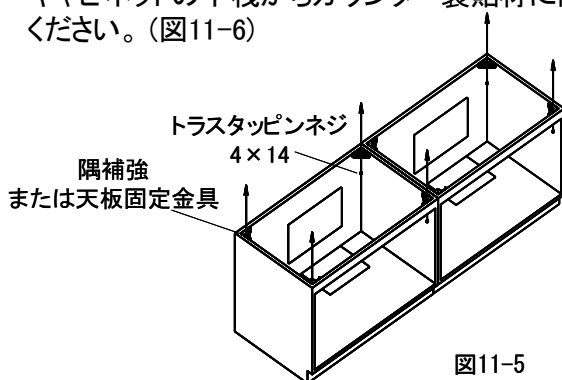

図11-5
- ・ツインボウルカウンターは、左右両端とセンター付近の計6箇所固定してください。(図11-5)
②(間口100cm以上のキャビネットのみ)